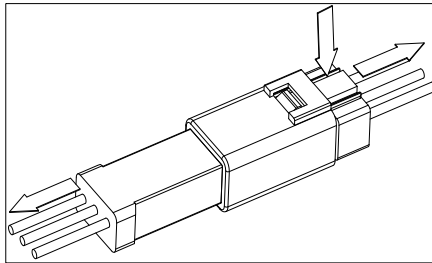

Figura 7-2 Desconecte o conector do cabo impermeável
2. Desconecte o conector do cabo impermeável das ventoinhas de resfriamento, conforme mostrado na Figura 7-2.